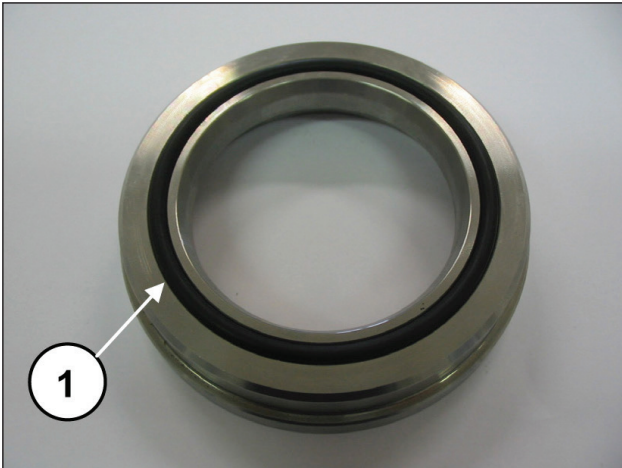

Fig. 173
Monter le joint torique sur la bague de tête de segments (rep. ①, Fig. 173) et le positionner dans le logement sur la tête.